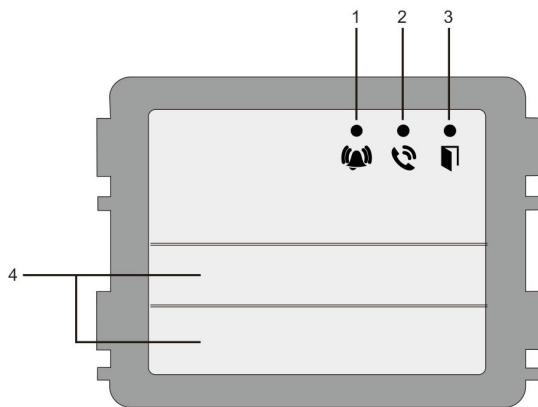

Fig. 1 Module audio
1	<p>Appeler un résident</p> <p>Le visiteur tape un numéro de moniteur intérieur (001) ou un numéro d'appartement (par ex. : 0101, programmé à l'avance) pour appeler un résident.</p> <p>*Le visiteur peut également sélectionner un nom de résident avec le bouton  ou le bouton  du module d'affichage pour effectuer un appel.</p> <p>Le bouton  permet d'annuler l'appel.</p> <p>*Cette fonction est uniquement disponible dans Fig. 1.</p>